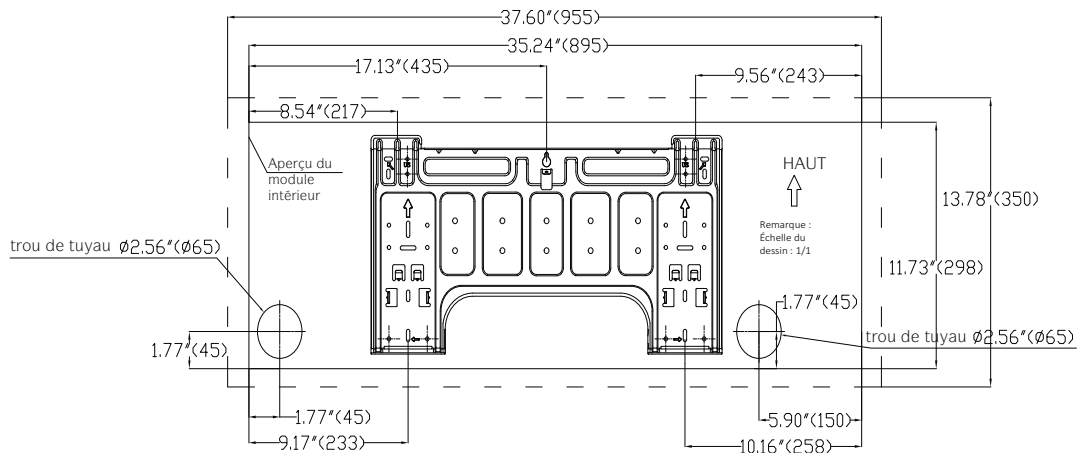
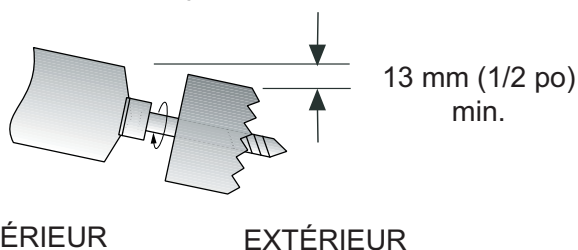

Fig. 2 – Capacités 9000 et 12000
Fig. 6 – Percer les trous
La dimension des plaques de montage varie selon les modèles. Vérifiez que l'espace de montage du module intérieur est suffisant (voir fig. 2). Ces figures montrent les cotes suivantes :
1. Déterminez l'emplacement du trou du tuyau en utilisant la plaque de montage comme modèle. Percez le trou du tuyau sur un diamètre conforme aux valeurs indiquées à la fig. 2. Le trou du tuyau extérieur est inférieur de 13 mm (1/2 po) minimum au trou du tuyau intérieur, il est donc légèrement incliné vers le bas (consultez la fig. 6).